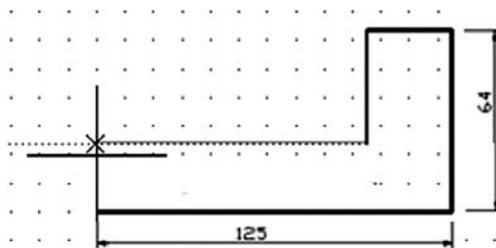

Рис. 6.5. Часть внешнего контура вида спереди
2. На слое «Контур» вычертить часть внешнего контура вида спереди, применяя команду «Полилиния» и режим полярного отслеживания угол 90° (рис. 6.5).
4. Выполнить обводку внешнего контура вида сверху (привязка — «Пересечение») без скруглений и вычертить половину внешнего контура вида слева с полярным отслеживанием (или автоотслеживанием) на слое «Контур», применив команду «Полилиния» (рис. 6.5).